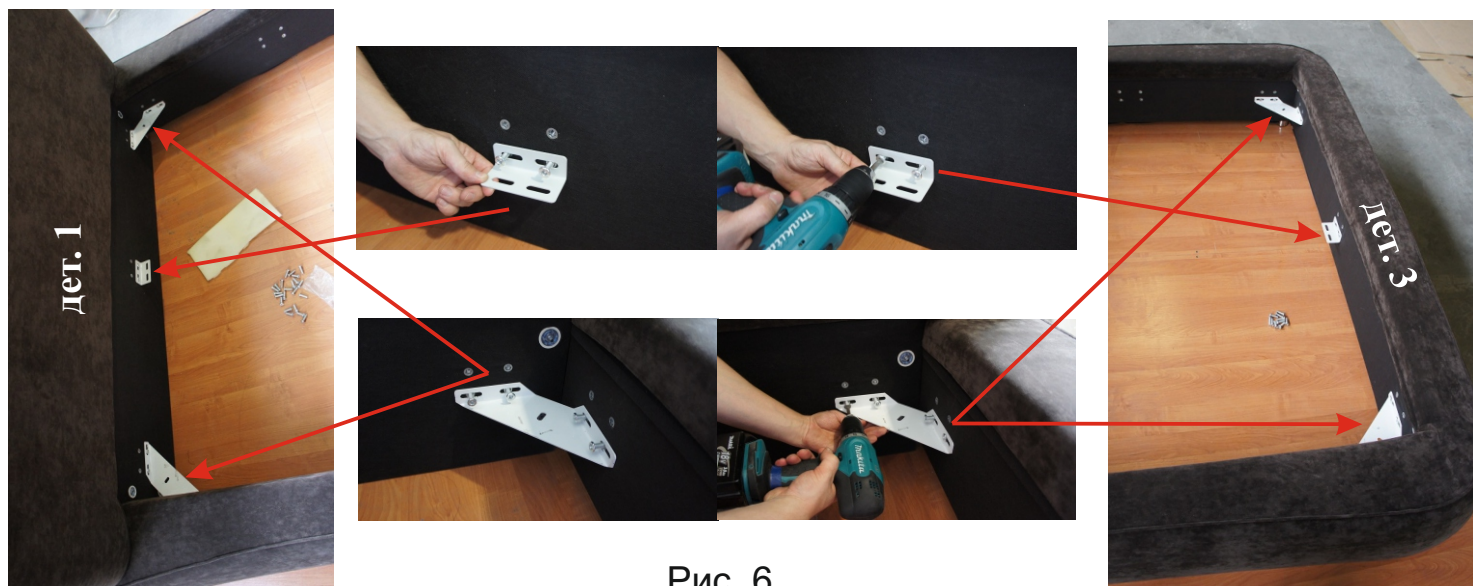

Рис. 6
7. Предварительно определив на какую глубину будет залегать матрас относительно царг, установите опорные кронштейны (Ф-3) с помощью винтов (Ф-1) на четырех углах кровати (рис. 6). На головной (дет.1) и ножной (дет.3) спинках установите с помощью винтов (Ф-1) опорные уголки (Ф-8) широкой полкой внутрь кровати так, как это показано на рис. 6.